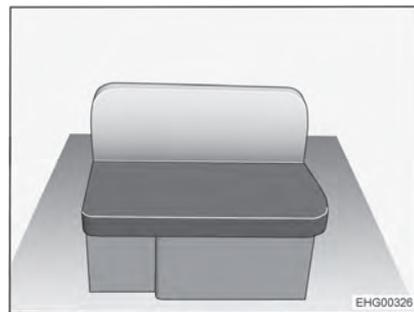

Fig. 21 Banquette longitudinale, droite
- Retirer les coussins d'assise et de dossier de la banquette longitudinale (Fig. 21).